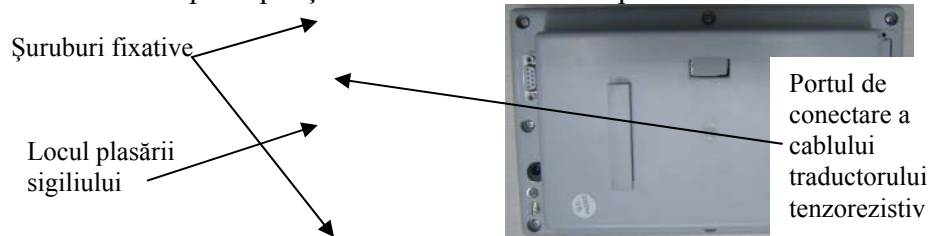

Figura 2 – Schema sigilării aparatului MERAV 2001
2.3.2 Conectați traductorul tenzorezistiv la aparatul de măsurare (vezi figura 2).